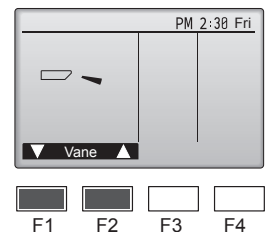

Fig. 8-4
- ② Drücken Sie die [AUSWAHL]-Taste, um den Vane-Bedienbildschirm aufzurufen, und prüfen Sie dann mit Tasten [F1] und [F2] die automatische Flügelbewegung. (Fig. 8-4)